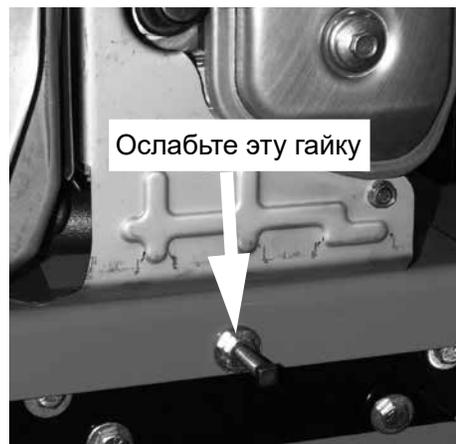

Рис. 5.6
4. Ослабьте гайку в задней детали машины (см. рис. 5.6) и слегка толкните двигатель вперед, чтобы снять натяжение приводного ремня.